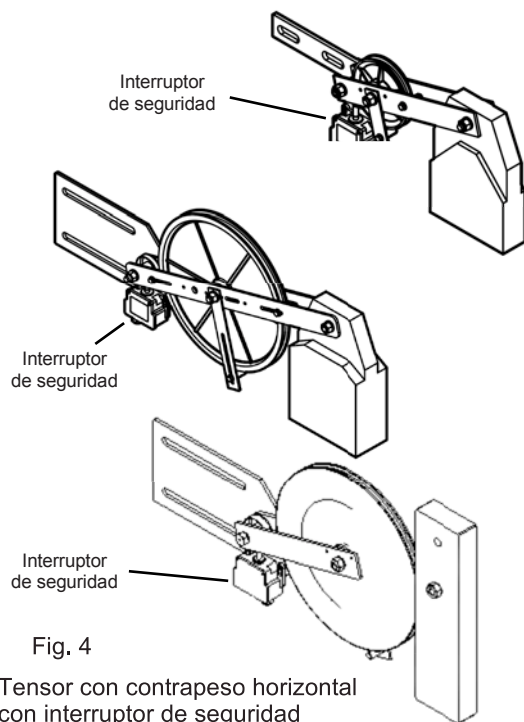

Fig. 4
b) in presenza del tenditore con contrappeso verticale e con fissaggio a pavimento: Spostare la staffa di fissaggio dell'interruttore di sicurezza in senso verticale (Fig.4, Fig.5 e Fig.6 – Pos. 1) in modo tale che non venga azionato l'interruttore stesso.
- Regolare, sull'interruttore di sicurezza, la posizione orizzontale di collegamento sulle asole (Fig.4, Fig.5 e Fig.6 – Pos. 2).